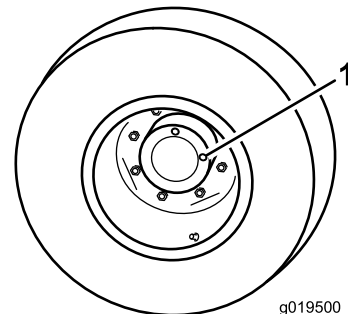

Bild 65
1. Stellen Sie die Maschine auf eine ebene Fläche und positionieren Sie das Rad so, dass eine Prüfschraube (Bild 65) auf 12 Uhr und die andere auf 3 Uhr steht.
1. Prüf-/Ablassschraube (2)
2. Entfernen Sie die Schraube, die auf 3 Uhr steht (Bild 65).